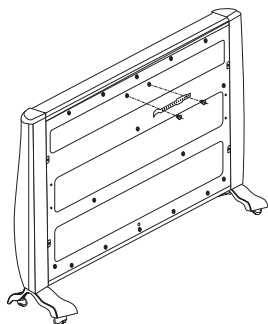

Figura 3
3. Instale a pega fornecida na parte de trás do aparelho aparafusando-a com dois parafusos conforme indicado (Figura 3) com 2 parafusos 4*14 fixe os pés no respetivo orifício.